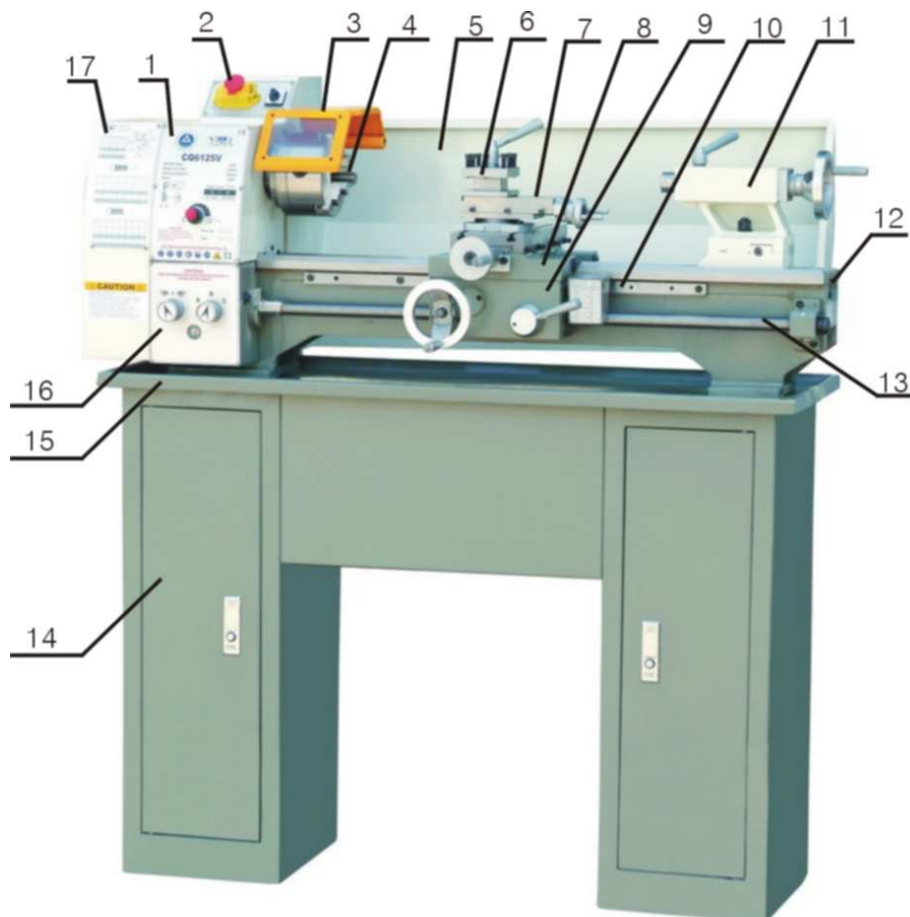

Fig. 2
2.1 Composants de la machine (Fig. 2)